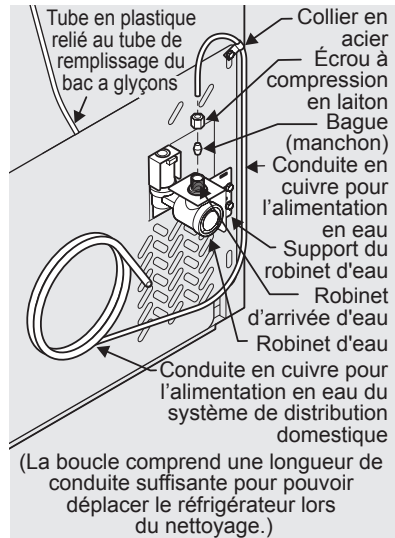

Figure 1
4. Si un tube en cuivre est utilisé - glisser un écrou à compression en laiton, puis une bague (raccord) sur la conduite d'alimentation en eau. Pousser la conduite d'alimentation en eau dans le robinet d'arrivée d'eau aussi loin que possible (6,4 mm - ¼ po). Glisser la bague (raccord) dans le robinet d'arrivée et serrer à la main l'écrou à compression sur le robinet. Serrer d'un autre demi-tour à l'aide d'une clé; NE PAS trop serrer. Vous reporter à la figure 1.